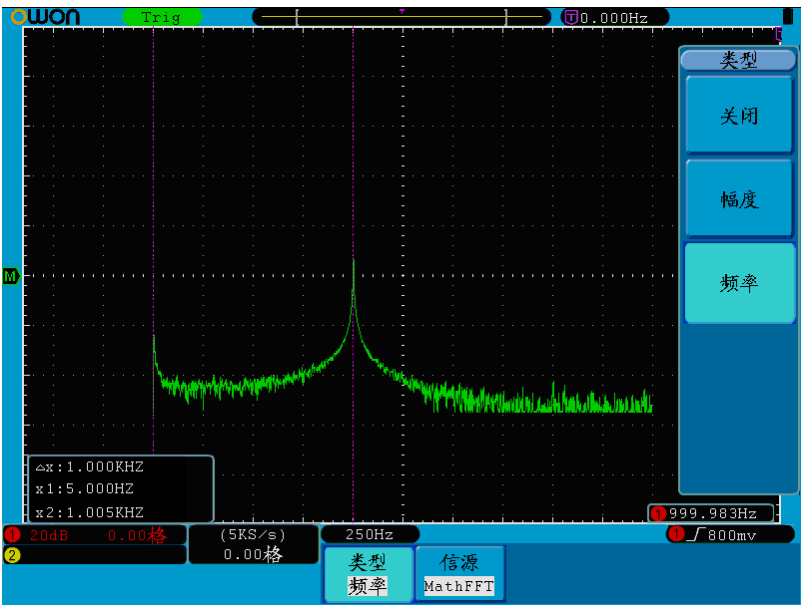

图 5-60：频率光标测量波形
3. 根据被测波形，分别转动两个通道的 **垂直位置** 旋钮调整光标1、光标2的位置，增量窗口显示两光标的差值及它们当前的位置。见图 5-60：